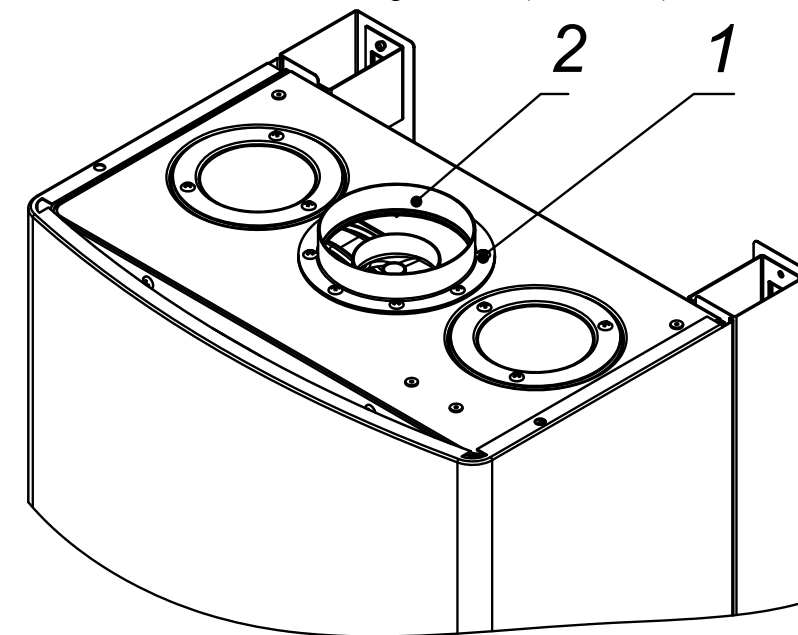

Рис. 5. Демонтаж воротника
- 1) отвернуть восемь винтов 1 и снять воротник 2 (см. Рис. 5);